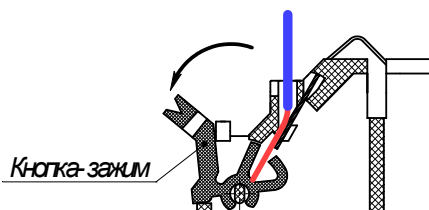

Рисунок 1
6.7 Закрепить розетку в месте установки извещателя в соответствии с проектом и подключить к ней провода ШС, соблюдая полярность. Кнопки-зажимы контактов 3 и 4 (маркировка контактов выполнена на контактной группе) предназначены для подключения «-» ШС. В состоянии поставки кнопки-зажимы находятся в отжатом положении, освобождая каналы для ввода проводов (см. рисунок 1). Подключение проводов ШС проводить в следующей последовательности: